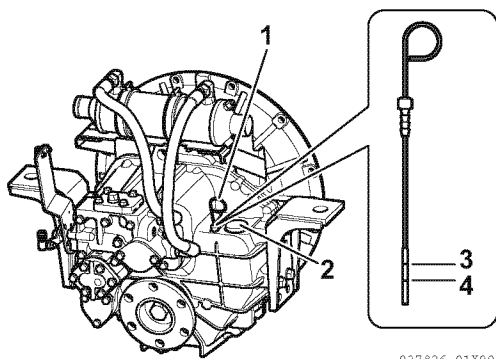

Figure 8
2. Enlevez le bouchon de remplissage (**Figure 8, (2)**) au sommet du boîtier.
3. Enlevez la jauge (**Figure 8, (1)**) et nettoyez-la avec un tissu propre.
5. Enlevez la jauge. Le niveau de l'huile doit être compris entre les lignes supérieure (**Figure 8, (3)**) et inférieure (**Figure 8, (4)**) de la jauge.
3. Remplissez avec de l'huile jusqu'à la limite supérieure sur la jauge (**Figure 8, (3)**). Voir *Spécifications de l'huile pour engrenage marin* à la page 36.